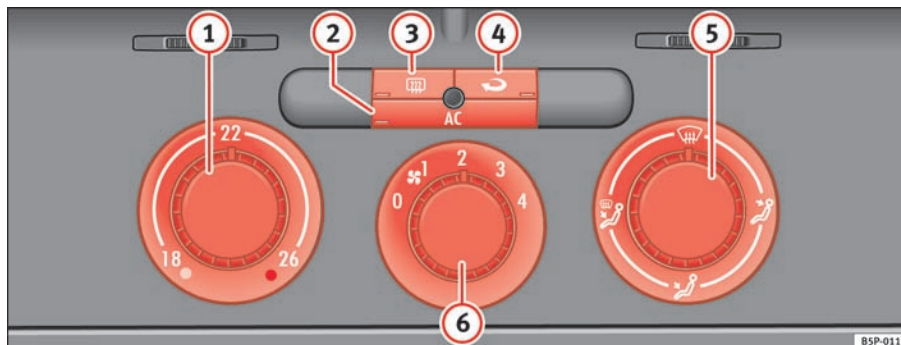

Fig. 122 På instrumentpanelet: betjeningslementer til Climatic
- Du kan indstille temperatur, luftfordeling og blæsertrin ved hjælp af kontakterne ⇒ fig. 122 ①, ⑤ og ⑥.
- Tryk på den pågældende knap ②, ③ eller ④ for at aktivere eller deaktivere en funktion. Når funktionen er aktiveret, er der lys nederst i hjørnet på knappen.
- ① Kontakt til temperaturregulering ⇒ side 148.
- ② **AC** – tilslutning/afbrudelse af varme-, ventilations- og aircondition-anlæg ⇒ side 148.
- ③ – elbegrude. Varmen afbrydes automatisk, ca. 20 min. efter den er tilsluttet. Den kan også afbrydes inden ved at trykke på knappen.
- ④ – til recirkulation ⇒ side 149.
- ⑤ Luftfordeling ⇒ side 148.
- ⑥ Blæserkontakt. Der er fire hastighedsindstillinger til luftfordelingen. Luftstrømmen bør altid indstilles til den laveste hastighed, når du kører langsomt.
- Tilslut airconditionanlægget ved hjælp af knappen ⇒ side 147, fig. 122.